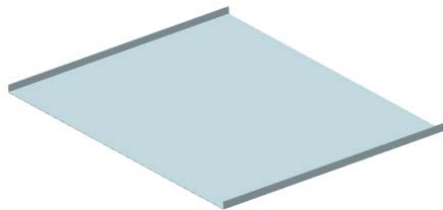

图 11-8 创建轮廓弯边特征
- (5) 在“轮廓弯边”对话框中，单击 **确定** 按钮，创建轮廓弯边特征，如图 11-8 所示。